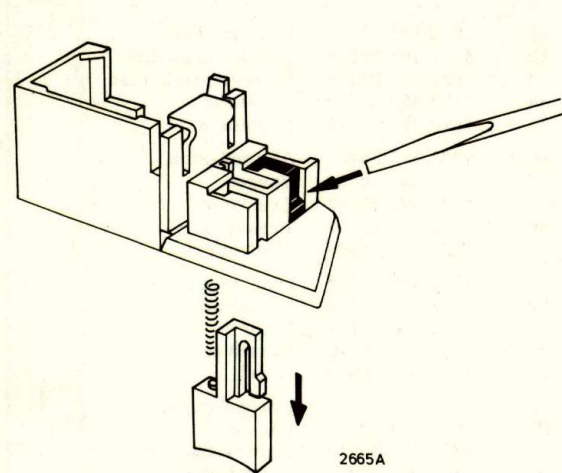

Fig. 3
- Druk met een puntig voorwerp de lip van de druktoets iets naar binnen totdat de druktoets door de veer naar buiten gedrukt wordt (zie fig. 3).